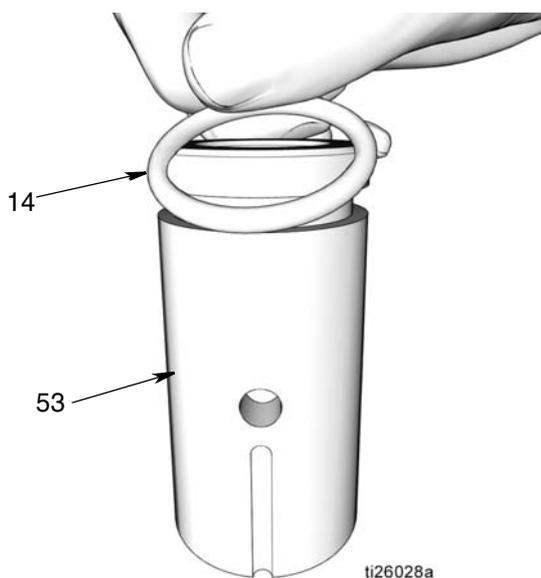

FIG. 40
5. Manguito del elemento de la bomba (53)
- Limpié el manguito del elemento de la bomba (53) con un paño limpio y elimine todo resto de suciedad y contaminantes. Inspeccione la superficie en busca de residuos y/o daños.
- Aplique una capa fina de grasa en la junta tórica (14). Monte la junta tórica alrededor del manguito del elemento de la bomba (53) (FIG. 40).